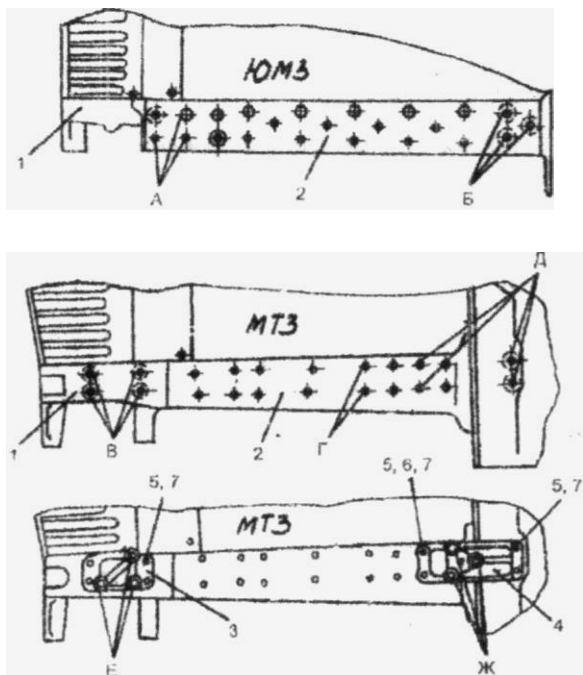
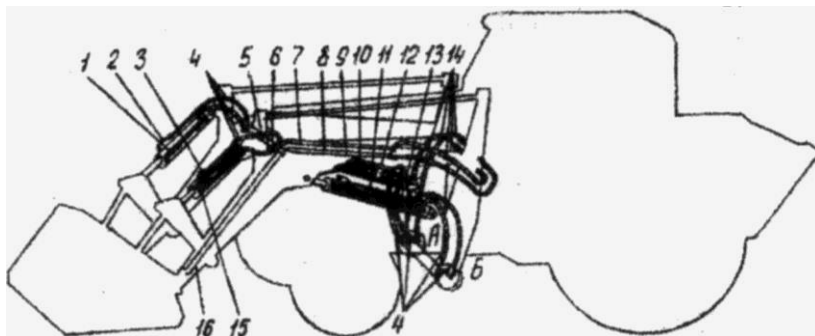

Рис. 3. Подготовка к установке панелей навески:
Рис. 4. Монтаж гидросистемы:
6.3. Установить переходные кронштейны 11 рис.4 на отверстия В рис.3. При этом обратить внимание на правильность установки правого и левого кронштейна, лыска на опорной пластине должна быть направлена вперёд вниз. Установить переходные кронштейны 12 рис. 4 на отверстия Д рис.3 при помощи болтов М16\*40 и гаек М16.
6.4. Установить стойки погрузчика 2 рис. 4 на переходные кронштейны. Обратить внимание на правильность установки правой и левой стоек, как показано на рис.2 и 4.
6.5. Установить стрелу на кронштейны 14 рис.4 стоек погрузчика при помощи пальцев 4 (приложение 1), поперечной балкой 1 рис.4 вперёд.
6.6. Установить гидроцилиндры 4 рис.4 основанием к стойке погрузчика штоком к стреле, штуцерами вниз. Гидроцилиндры установить в кронштейн 13 стойки и 17 стрелы рис.4 соответственно при помощи пальцев 1 (приложение1)
6.7.1. Соединить длинные тяги 10 рис.4 с кронштейнами 15 рис.4 при помощи пальцев 5 (приложение 1). Обратить внимание, чтобы пресс маслѐнка во втулках тяг были направлены вверх. Второй конец тяги соединить со стойками 8 рис.4 с помощью верхней перекладины 9 рис.4 ( как показано на схеме).
6.7.2. Установить стойки стабилизатора 8 на отверстия 18 рис.4 стрелы, вставить пальцы 3 ( положение 1).
6.7.3. Установить передние стойки стабилизатора 7 рис.4 на кронштейны 16 рис.4 стрелы при помощи пальцев 3 (приложение 1).
6.7.4. Установить гидроцилиндры 5 рис.4 на кронштейны средней стойки стабилизатора 8 рис.4 основанием, штоком на кронштейн передней стойки 7 рис.4 с помощью пальцев 2 (приложение 1)
6.7.5. Установить короткие тяги 6 рис.4 в кронштейн передних стоек 7 рис.4 при помощи пальцев 4 (приложение 1). Обратить внимание чтобы пресс маслѐнки во втулках тяг были направлены вверх.
6.8. Установить нижнюю перекладину 19 рис .4 на кронштейны 20 рис.4 при помощи болтов М16\*40 и гаек М16.
6.9.Установить швеллера 3 рис.4 пердним краем на кронштейны стойки погрузчика 21 рис.4при помощи болтов М16\*55 2шт, М16\*40 4шт и гаек М16, задним краем на корпуса полуосей трактора при помощи шпилек и гаек М16.
Соединить штоковую полость гидроцилиндра 13 (рис. 4) РВД 4 длиной 0,7 м с выводом трубопровода 19 (выноска «Б») а штоковую пометь гидроцилиндра 10 РВД 4 длиной 0,7 м с